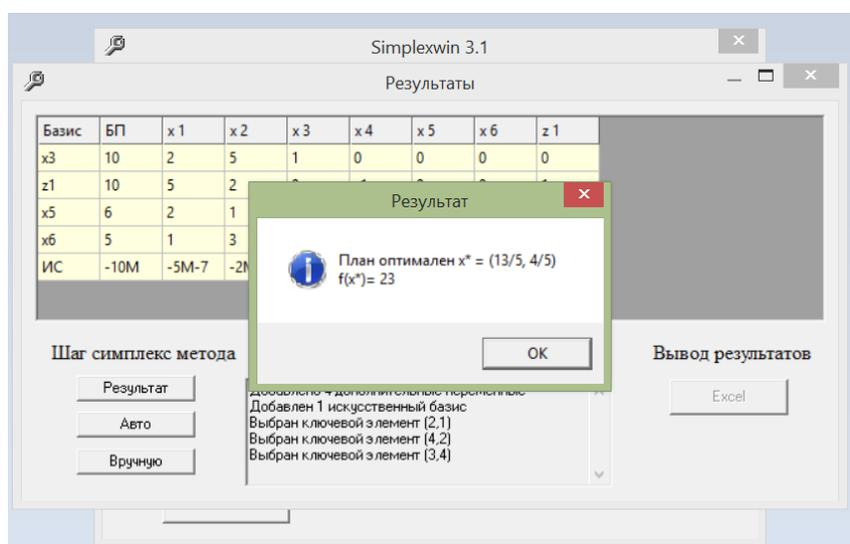

Рис. 3. Форма «Результаты»
2.2. Получите форму «Результаты» (рис. 3).